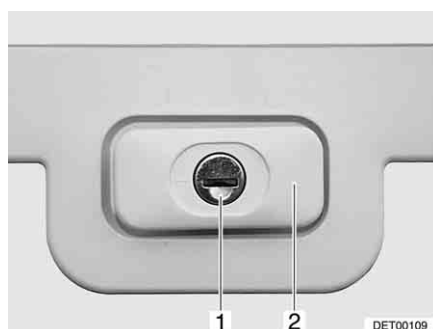

Bild 35 Klappenschloss, rechteckig, verschlossen
- Schlüssel in Schließzylinder (Bild 35,1) stecken und eine viertel Umdrehung drehen. Schlossgriff (Bild 35,2) schnappt heraus.